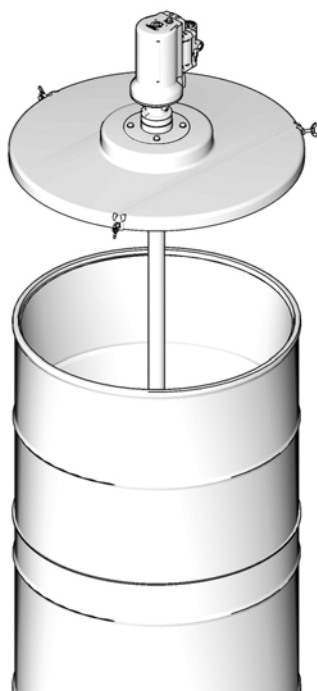

Рис. 9
- Пропустите через резиновую прокладку в центре упорной пластины ввод трубы насоса (Рис. 9).